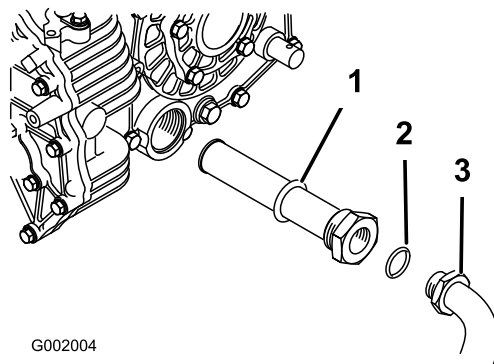

Figura 70
5. Togliete il flessibile idraulico ed il connettore a 90° (Figura 70).